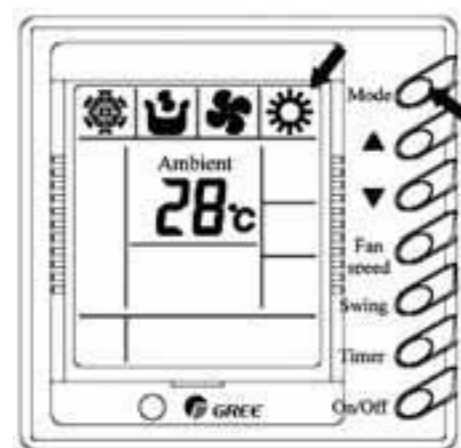

Рис.2
7.3.2 Кнопкой MODE установите необходимый режим работы COOL - DRY- FAN - HEAT (рис.2)